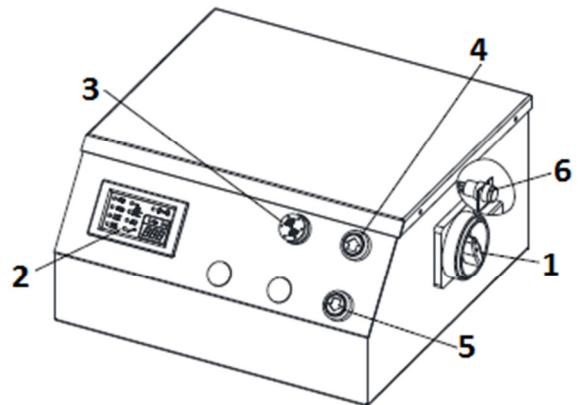

Abb. 8
3. Schalten Sie den Netzschatz ein (1, Abb. 8) bis I (AAN).
4. Drücken Sie nun die Lifttaste (4, Abb. 8), um die Zylinder mit Öl zu füllen.
5. Heben Sie den Aufzug durch Bedienung der Hebetaste (4, Abb. 8) bis der Aufzug sich vollständig gehoben hat.
6. Bedienen Sie folgend 10-15 Sekunden die IGNORIER-Taste (6, Abb.8). Zur Entlüftung der Zylinder generiert der Aufzug folgend einen extra Schlag von 70mm. Mann kann jetzt Luftbellen passieren sehen in den transparenten Leitung.
7. Bedienen Sie nun die SENK-Taste (5, Abb.8) und die Plattformen zu senken. Der Aufzug senkt folgend bis zur Fußsicheren Höhe von 400Mm. Bedienen Sie die Taste erneut um den Senkvorgang bis zum Ende zu nutzen. Während diesem Senkvorgang hören Sie zur Warnung einen Signalton.